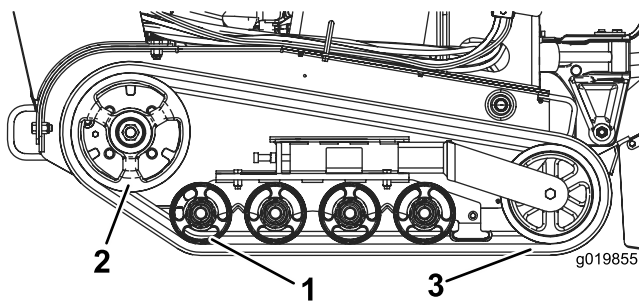

Figura 46
Importante: Asegúrese de limpiar completamente las ruedas de rodaje y la rueda motriz (Figura 46).
8. Empezando en la rueda motriz, pase la oruga nueva alrededor de dicha rueda, asegurándose de que los dientes del interior de la oruga encajen entre los espaciadores de la rueda (Figura 46).
9. Introduzca la oruga por debajo y entre las ruedas de rodaje trasera y central (Figura 46).